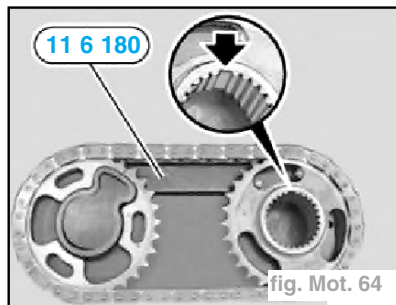

fig. Mot. 64
- Placer les roues dentées dans l'outil **11 6 180** et les placer dans la position de la figure. (fig. Mot. 64)